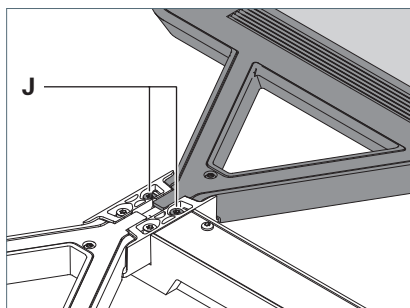

Fig. 27: Regolare la testa dell'apparecchio.
1. Per abbassare una testa dell'apparecchio, ruotare le viti **J** che fissano questa testa dell'apparecchio in senso antiorario, vedere Fig. 27.